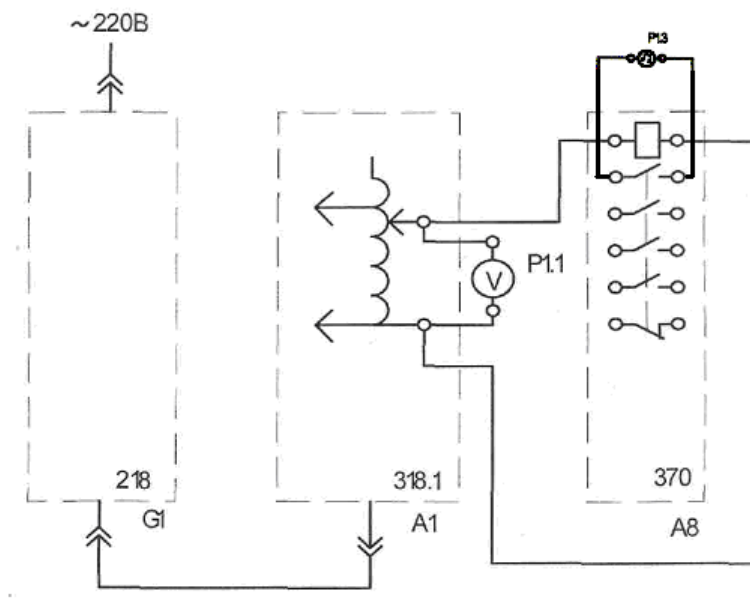

Рис. 1.2. Электрическая схема соединений для определения коэффициента возврата электромагнитного промежуточного реле переменного тока
### 3. Электрическая схема соединений показана на рис. 1.2.
*Примечание.* Для контроля срабатывания и отпускания реле используется «прозвонка» *PI.3* блока мультиметров *PI* (прибор 508.2) путем подключения параллельно одному из контактов реле *A8 370* (см. рис. 1.2).